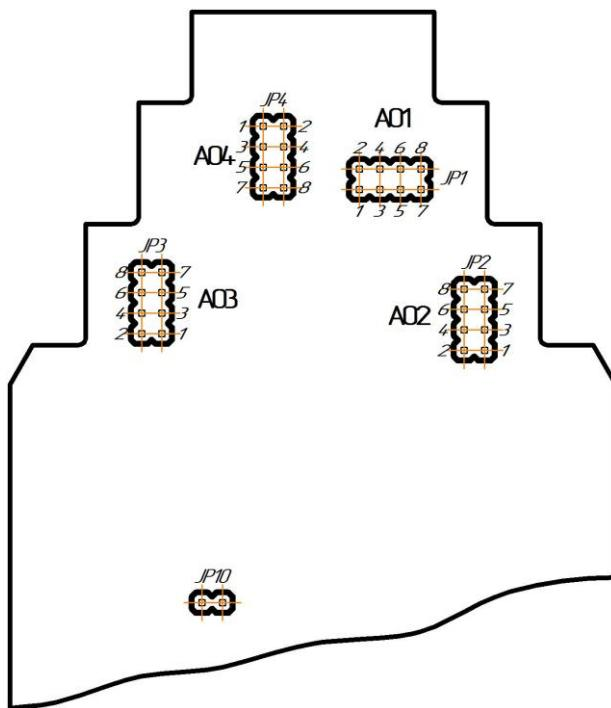

Рисунок 5.1 – Положение перемычек на плате модуля (корпус модуля снят):
4.3.6.1 Обесточить модуль, снять с шины и установить перемычку JP10 (положение – см. рис. 5.1), после чего установить модуль обратно на шину. Модуль перейдет в режим конфигурации сетевых настроек, о чем будет свидетельствовать мигание светодиода "PWR" на передней панели прибора.